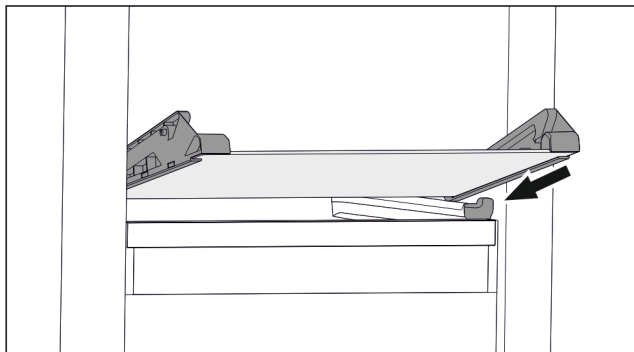

Fig. 93 Стеклянная пластина откидного выдвижного ящика
- ▶ Наклоняя вниз, установите стеклянную пластину за стопоры. (см. Fig. 93)